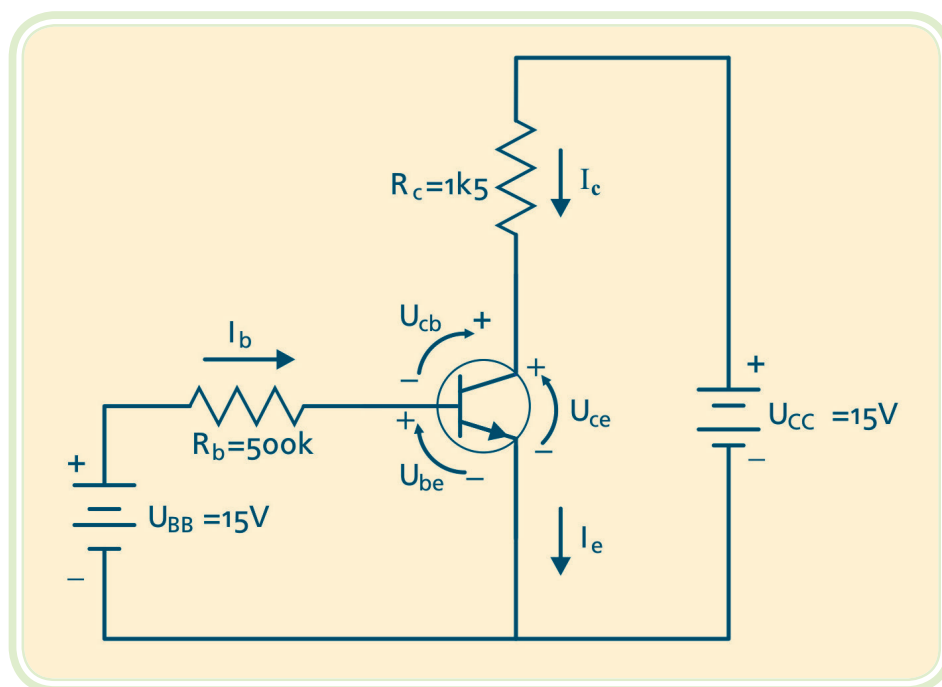

Figura 7.12: Polarização do transistor em emissor comum
- a) Reta de carga** – a Figura 7.12 mostra um circuito com polarização de emissor comum. O desafio consiste em saber os valores de correntes e tensões nos diversos componentes. Uma forma de solução é o uso da reta de carga.
Vamos definir a reta de carga para o circuito da Figura 7.12 e determinar os valores de I_C e U_{CE} de operação do transistor.